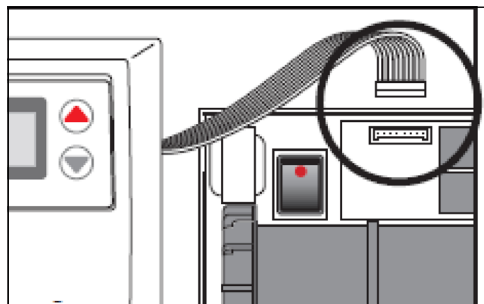

Fig. 12
- ▶ Vuelva a conectar el display entre la base y la tapa antes cerrar la cobertura (Fig. 12)
- Retire el tapón entre la base y la tapa (→ Fig. 12).